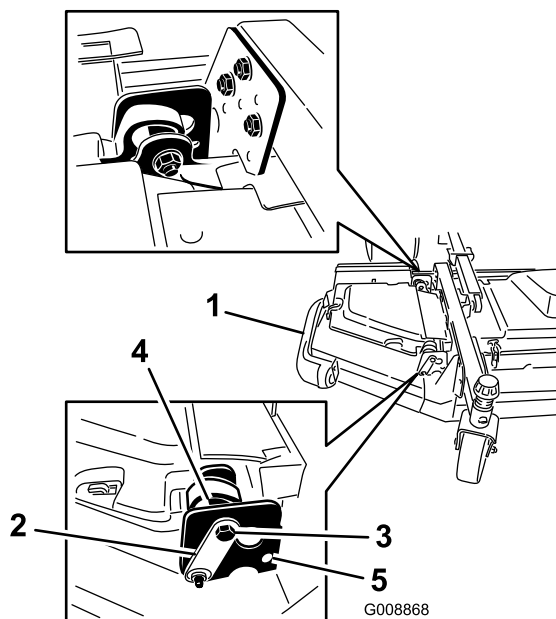

Figure 7
2. Desserrez les boulons et écrous qui fixent les 2 entretoises excentriques aux ailettes (Figure 7).
4. Tournez l'excentrique arrière (le plus proche du groupe de déplacement) jusqu'à ce que la pointe extérieure de la lame soit plus haute d'environ 3 mm (1/8 po) que la hauteur de coupe voulue (Figure 7).